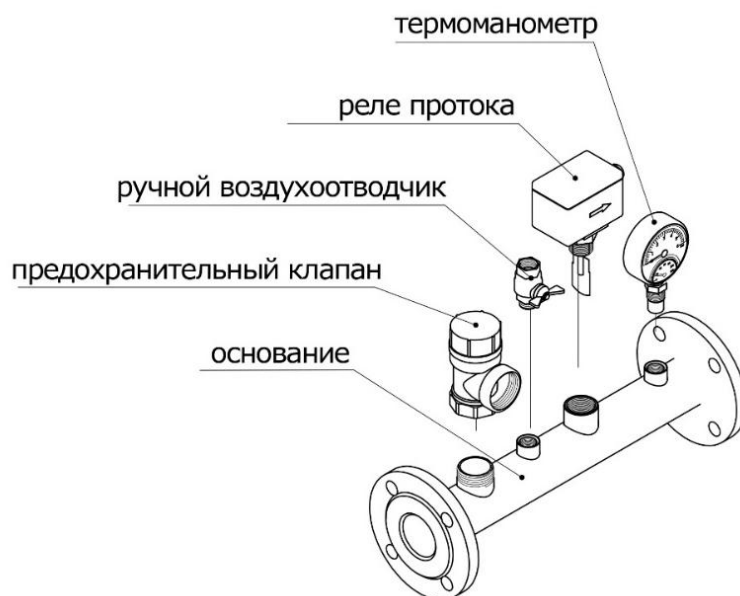

Рис. 4
6.5. Реле протока монтируется на основании группы безопасности (см. рис. 4) так, чтобы направление потока совпадало с направлением стрелки на корпусе. Перед монтажом на рычаг реле протока необходимо установить подходящий по размеру лепесток из комплекта поставки. Лепесток реле протока при перемещении не должен касаться стенок трубы и при этом быть максимально возможным по размеру (допускается корректировать размер лепестка, отрезая ножницами лишние участки лепестка).
6.8. Ручной воздухоотводчик (см. рис. 4) предназначен для выпуска воздуха при заполнении системы отопления и подачи воздуха в систему отопления при сливе теплоносителя.